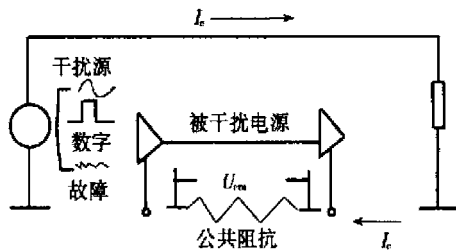

图 6 公共阻抗耦合
(1) 公共阻抗耦合:是一种常见的耦合通道,即干扰源和被干扰设备往往共用某些导体(例如回路、电源总线、公共接地等),如图 6 所示。